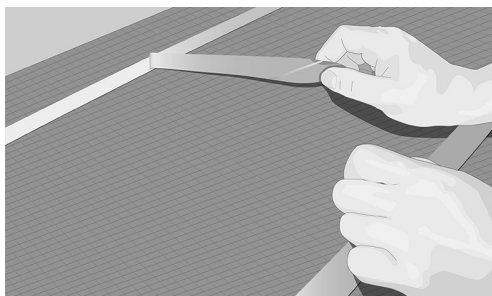

Abb. 10. Doppelseitiges Klebeband anbringen und die Schutzfolie entfernen
8. Bringen Sie in Abständen von 30–40 cm senkrecht zur Verlegerichtung des Heizkabels doppelseitiges Klebeband, Schmelzkleber oder eine andere Befestigung auf der Bodenoberfläche an, damit es ausreichend befestigt werden kann (Abb. 10).